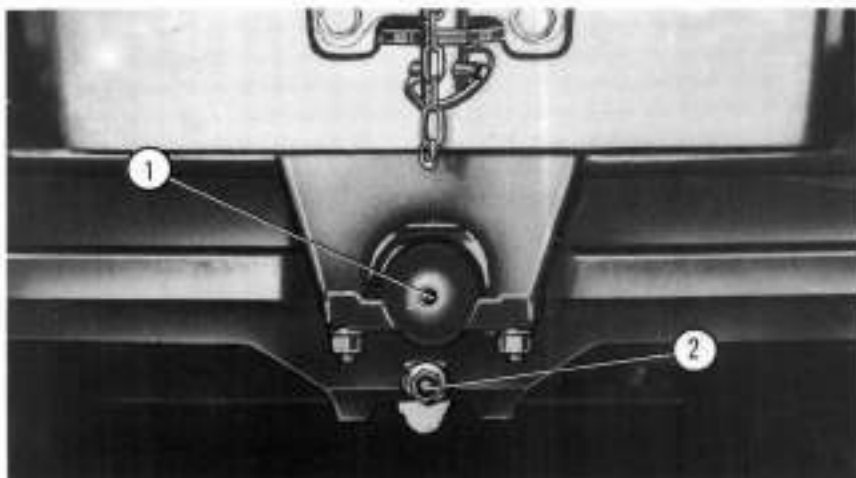
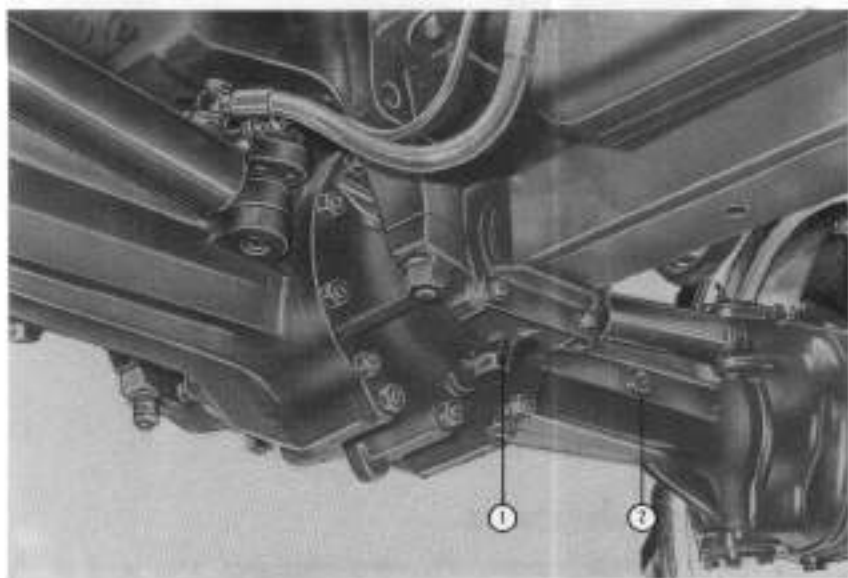
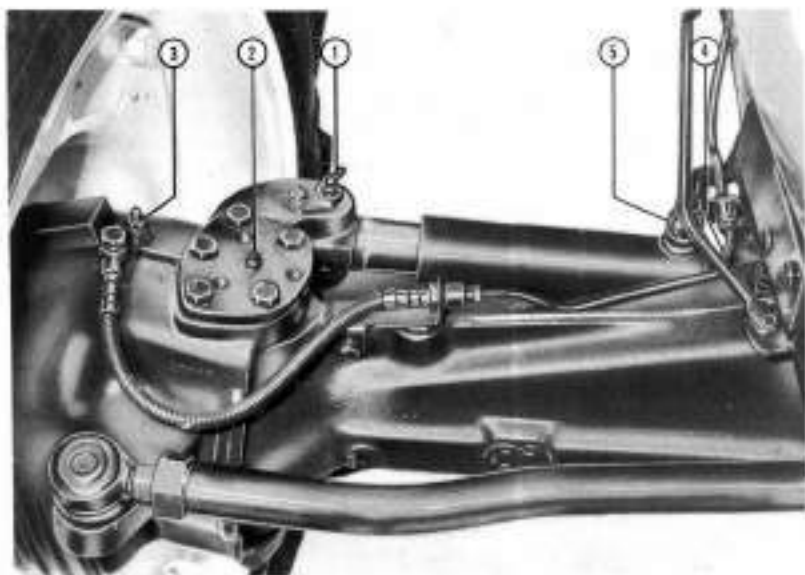
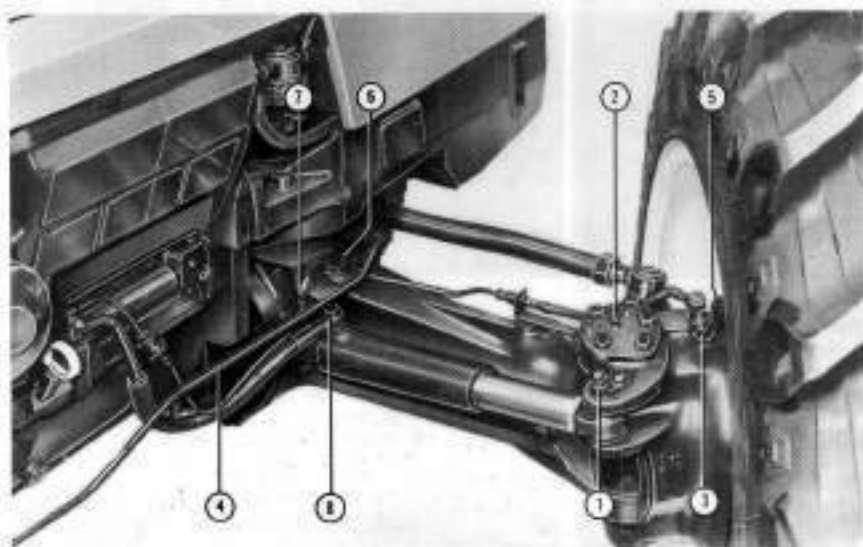

Fig. 25
Fig. 26
Fig. 27
Fig. 28
Au cas où le tracteur serait équipé de freins avant, répéter les mêmes opérations sur le frein avant droit, en agissant sur le clapet de purge (3 fig. 28). Ensuite agir de la même façon sur le frein gauche arrière et sur le frein gauche avant.
Toutes les 150 heures: vérifier le niveau d'huile au moyen du trou prévu à cet effet (2 fig. 26).
Toutes les 1200 heures: remplacer l'huile en le laissant s'écouler à travers le trou de vidange (2 fig. 25) et en en introduisant de l'autre par le trou (6 fig. 28).
Toutes les 1200 heures: graissage (1 fig. 25 + 1 fig. 26)
Toutes les 50 heures: graisser les pivots d'articulation et les articulations (1-4 fig. 26) et (1-7 fig. 28) des vérins.
- dévisser les deux raccords (5 fig. 27 et 8 fig. 28), se trouvant sur les vérins du pont avant;